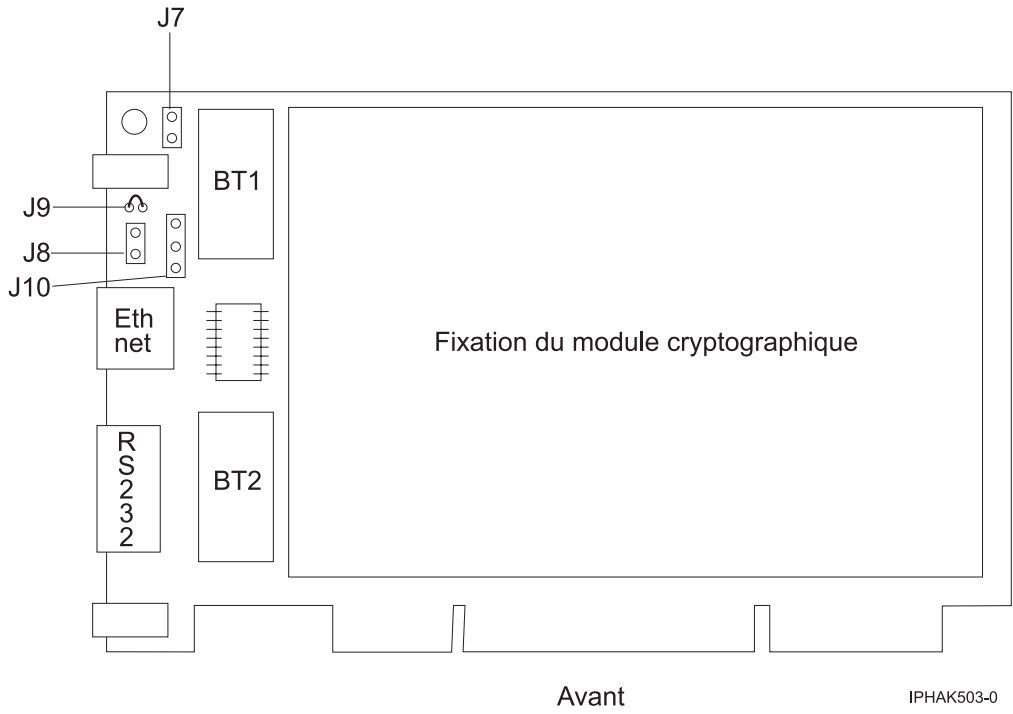

Figure 9. Recto de la carte
6. Insérez l'une des nouvelles batteries dans le bloc de batteries fourni avec le kit. Alignez le + de la batterie avec le + du bloc de batteries (l'extrémité avec le câble rouge). Connectez les câbles du bloc au connecteur J10 situé près du port série RS-232, comme illustré dans la figure 9, à la page 46. Le connecteur est polarisé pour garantir un branchement correct.